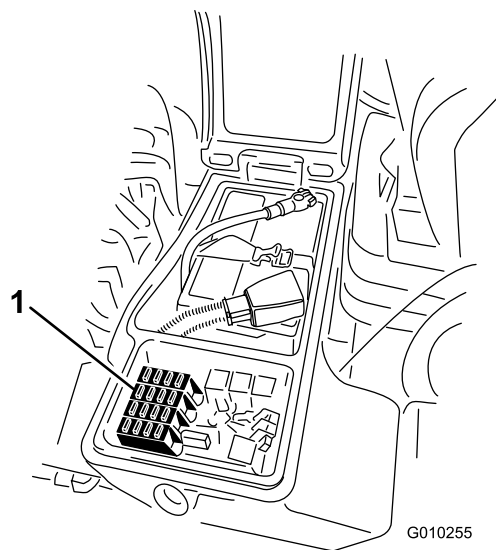
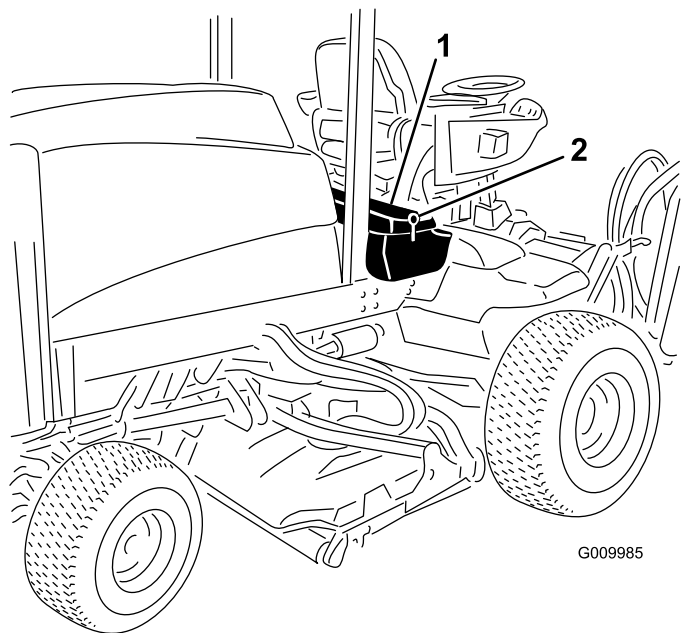

Bild 95
Bild 94
1. Lösen Sie den Riegel für die Abdeckung des rechten Ablagekastens und heben Sie die Abdeckung (**Bild 94**) hoch, um an den Sicherungsblock zu gelangen (**Bild 95**).
2. Wechseln Sie ggf. die offenen Sicherungen aus (**Bild 95**).
3. Schließen Sie die Abdeckung des rechten Ablagekastens und befestigen Sie die Abdeckung mit dem Riegel (**Bild 94**).